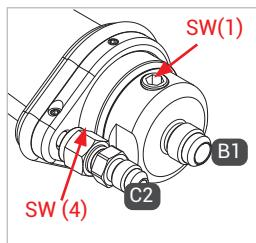
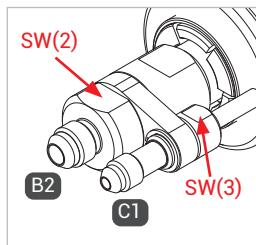

Figure 1
Figure 2
- ▶ Lors du montage du flexible de remplissage et de retour du gaz, de la conduite de fluide et de la conduite de retour du gaz aux raccordements « B1 », « B2 », « C1 » et « C2 », exercez une contre-pression sur les méplats SW(1), SW(2), SW(3) et SW(4) (*Figure 1* et *Figure 2*) avec une clé à fourche.
- ▶ Vissez hermétiquement l'entrée fluide « B1 » à l'embout de raccordement du flexible de remplissage (*Figure 1*).
- ▶ Raccordez hermétiquement, le cas échéant, la conduite de retour du gaz « C2 » au flexible de retour du gaz de la station-service (*Figure 1*).
- ▶ Raccordez hermétiquement la sortie fluide « B2 » au raccordement du flexible de remplissage (*Figure 2*).
- ▶ Raccordez hermétiquement, le cas échéant, la conduite de retour du gaz « C2 » au raccordement du flexible de retour du gaz (*Figure 2*).